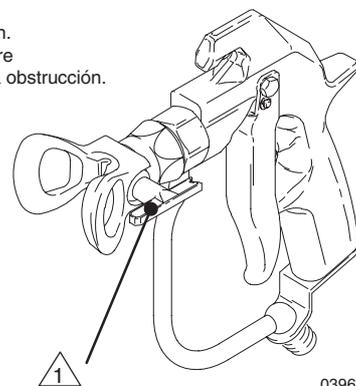

Fig. 4
2. Bloquee el cierre de seguridad del mecanismo de disparo. Gire el asa de la boquilla RAC IV a 180°. Vea la Fig. 4.
4. Bloquee el cierre de seguridad del mecanismo de disparo. Gire el asa de la boquilla hasta la posición de pulverización. Vea la Fig. 4.